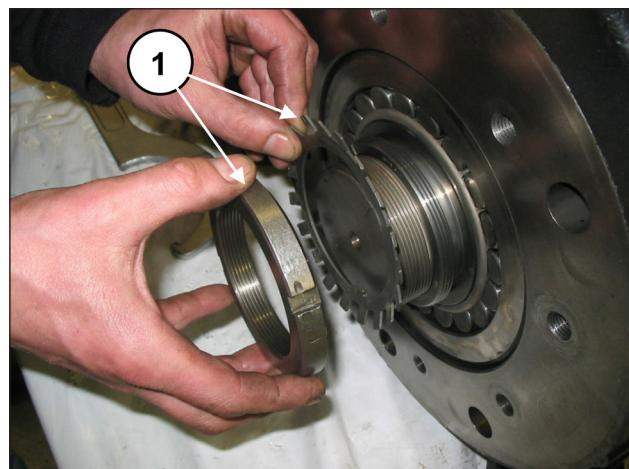

Fig. 18
Utiliser une clé appropriée pour dévisser la bague de blocage (rep. ①, Fig. 17) puis déposer la bague et la rondelle de sécurité (rep. ①, Fig. 18).